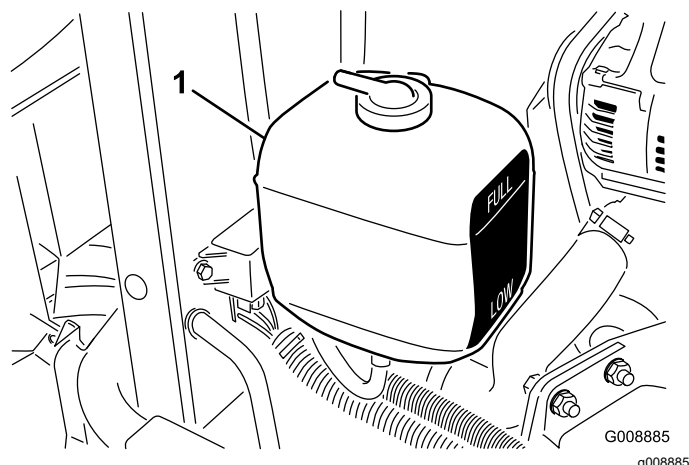

Figure 29
1. Vérifiez le niveau du liquide de refroidissement dans le vase d'expansion (Figure 29). Quand le moteur est froid, le niveau du liquide de refroidissement doit se situer à peu près entre les deux repères qui figurent sur le côté du réservoir.